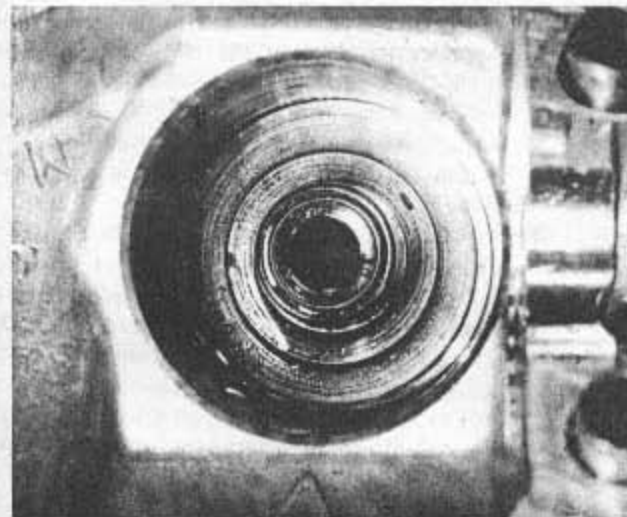
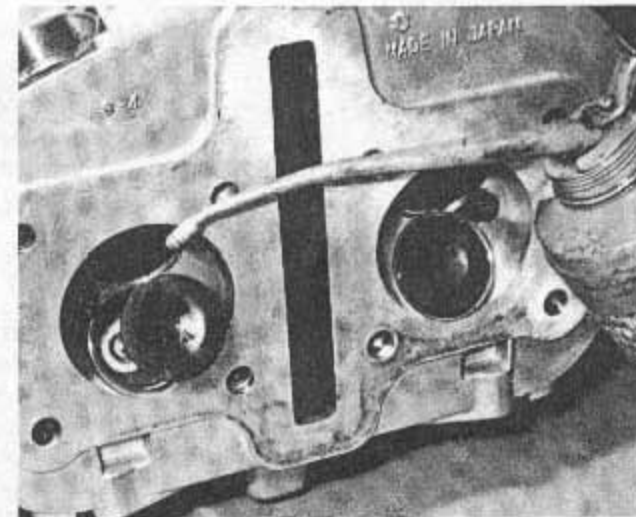
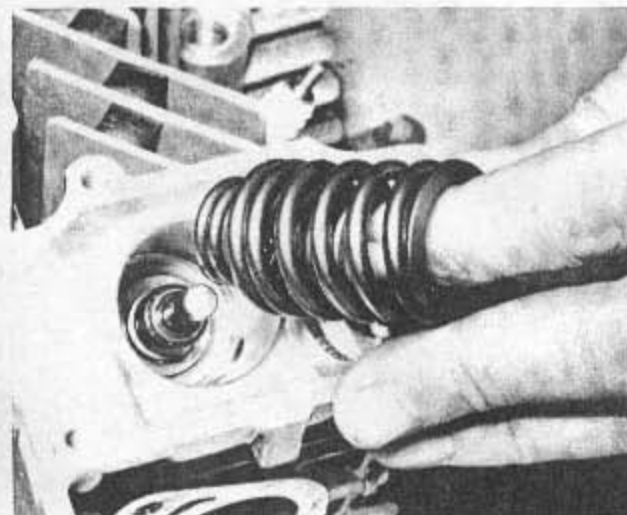
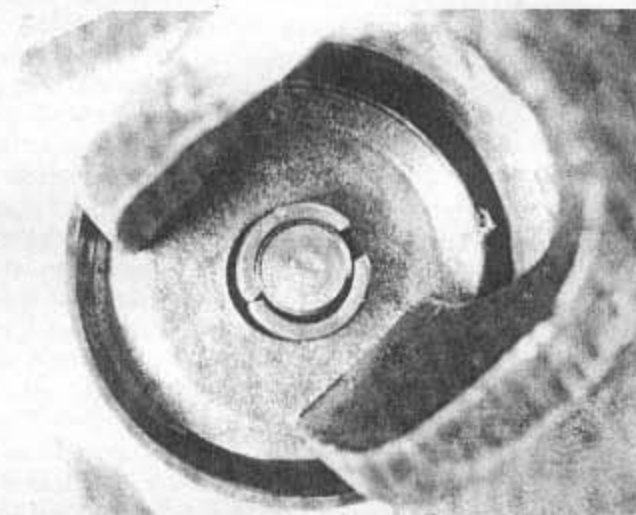

Bild 58
Bild 59
Bild 60
Bild 61
- Die Ventile und Ventilschäfte werden in der umgekehrten Reihenfolge des Ausbaues wieder montiert. Man vergewissere sich, dass alle Ventilschäfte so eingebaut sind, dass die näher beieinander liegenden Federwicklungen nach unten gegen den Zylinderkopf zu liegen kommen (Bild 60). Jede Einlassführung erhält einen neuen Öldichtring (Bild 58) und Ventilschaft wie auch Führung werden gut eingeölt (Bild 59), bevor das Ventil eingebaut wird. Man achte besonders darauf, dass der Dichtring beim Einführen des Ventils nicht beschädigt wird. Nach dem Zusammenbau führe man einen letzten Test durch und versetze jedem Ventilschaftende mit einem Hammer einen trockenen Schlag, um sicherzugehen, dass die Ventilkegelstücke richtig sitzen (Bild 61).